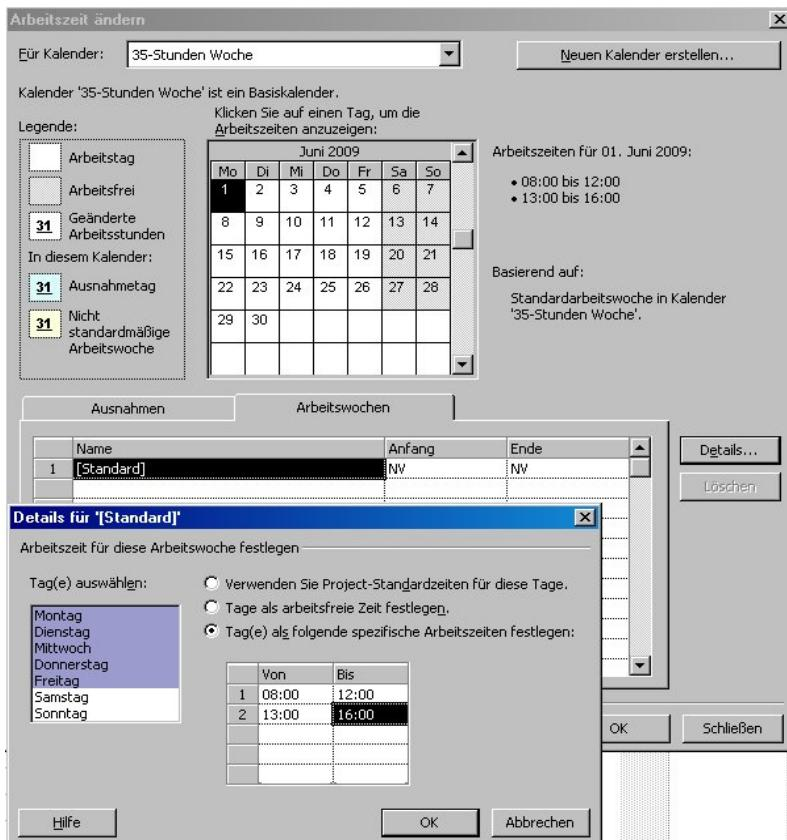

Bild 8: Kalender mit 35-Stunden Woche.
- Generelle Änderungen der Arbeitszeit nehmen Sie im Register "Arbeitswochen" vor, indem Sie dort auf "Details..." klicken, dann einen oder mehrere Wochentage markieren und eine andere Arbeitszeit definieren (Bild 8). Diese geänderte Arbeitszeit gilt grundsätzlich für die gesamte Geltungsdauer des Kalenders (01.01.1984 – 31.12.2049).
Einen neuen Kalender können Sie über die Schaltfläche "Neuen Kalender erstellen..." anlegen. Anschließend geben Sie einen neuen Namen für diesen Kalender ein, z.B. "Bayern" für einen Kalender mit den bayrischen Feiertagen oder wie in Bild 8 dargestellt "35-Stunden Woche". Danach können Sie den neu angelegten Kalender wie eben beschrieben bearbeiten.